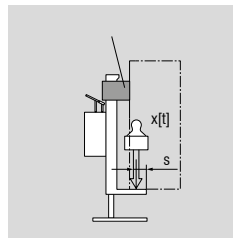

Fig. 11.1.3 Bloc d'entretoise
- Si la charge est prise via la patte, elle doit toujours buter contre la tige du cric. Si cela n'est pas possible, utiliser le bloc d'entretoise joint à la livraison de manière à limiter au possible la charge de flexion sur la colonne (fig. 11.1.3).
- Le bloc d'entretoise doit être mis en place sur le cric hydraulique comme illustré à la fig. 11.1.3 pour garantir son utilisation correcte. Le bloc d'entretoise peut être utilisé selon deux options différentes d'écartement. Celles-ci sont signalées par des flèches. Tourner le bloc d'entretoise pour régler les écartements. La flèche doit être perpendiculaire à la charge. Si le bloc d'entretoise n'est plus requis pour l'application parce que la charge bute contre la tige du cric, il convient de l'enlever.